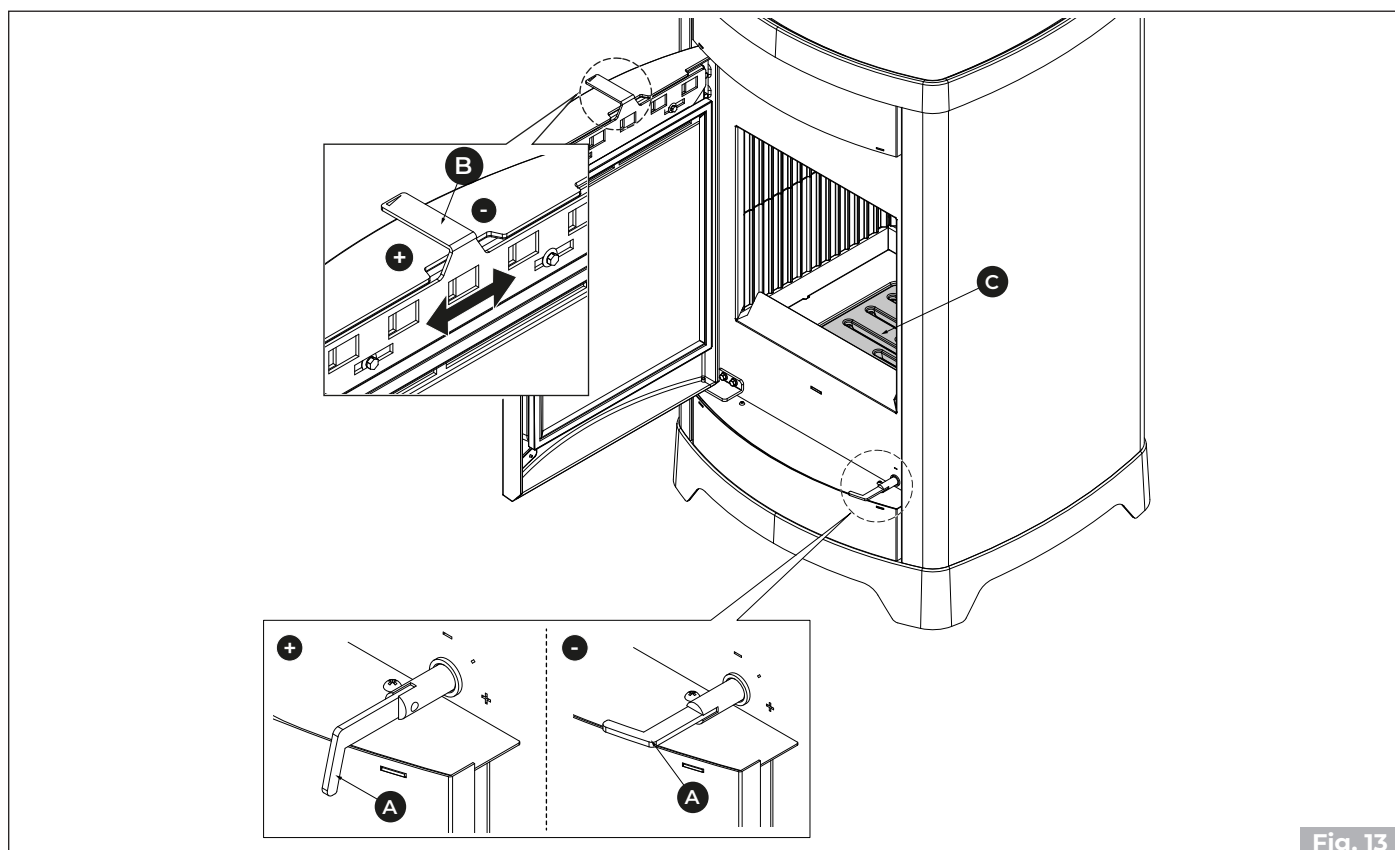

Fig. 13
- Unter Verwendung des mitgelieferten Handschuhs, den Primärluft- (A) und Glasreinigungsregler (B) komplett öffnen (+).
- Die Holzscheite vorsichtig auf das Feuerraumgitter (C) legen (Fig. 13).
- Den Regler der Verbrennungsluft (A) und der Glasreinigung (B) offen (+) lassen, um eine hohe und leuchtende Flamme zu garantieren.
Die Verbrennung wird über den Luftregler (A) geregelt (Fig. 13). Wenn man ihn in Richtung des Symbols (+) oder (-) dreht, erhält man einen höheren oder niedrigeren Brennluftstrom und damit eine schnellere oder langsamere Verbrennung.